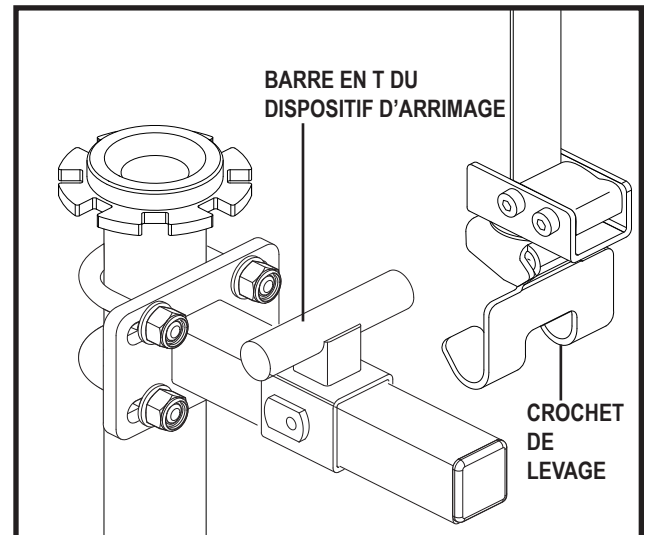

Figure 17. Emplacement du crochet de levage
4. Faire fonctionner le système de levage vers le bas. Abaissez la sangle de levage jusqu'à ce qu'elle tombe tout droit sur la barre en T. **Voir la figure 17.**
5. Placez le crochet de levage sur la barre en T du dispositif d'arrimage. **Voir la figure 17.**